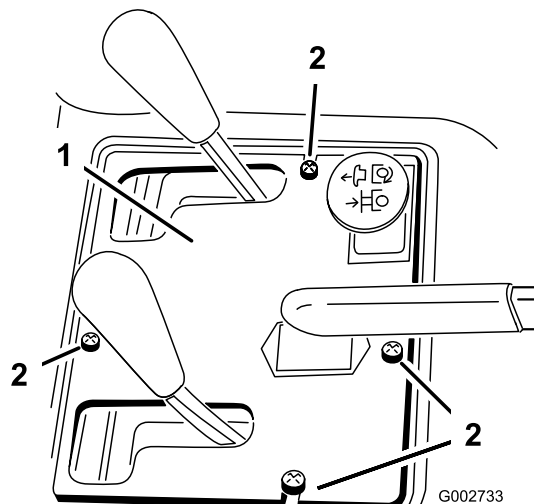

図 36
2. コントロールパネルをフレームに固定しているねじ4本を外す図 36。